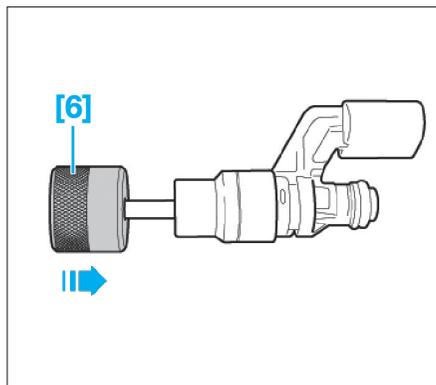

Fig. 48
- [6]. Douille de calibrage (ref. T10133/8) (Fig.48).
- glisser la douille de calibrage [6] jusqu'en butée sur l'injecteur, en la tournant de 180° environ et en appuyant légèrement. Déposer la douille [6] en la tournant dans le sens opposé (Fig.48).